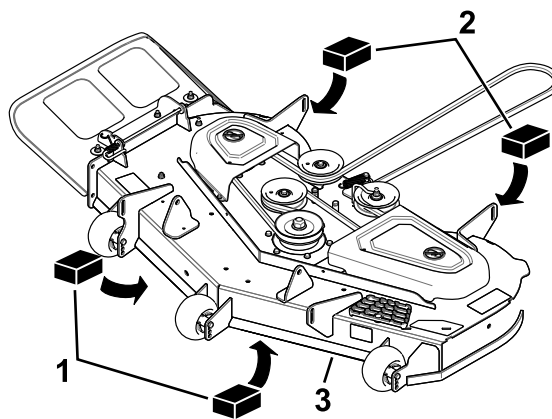

Figura 73
3. Coloque dois calços de 6,6 cm de espessura cada debaixo de cada lado da extremidade frontal da plataforma, mas não debaixo dos suportes do rolo antitanos (Figura 73).
4. Coloque dois calços de 7,3 cm de espessura cada debaixo da extremidade traseira da aba da plataforma de corte, um em cada lado da plataforma de corte (Figura 73).